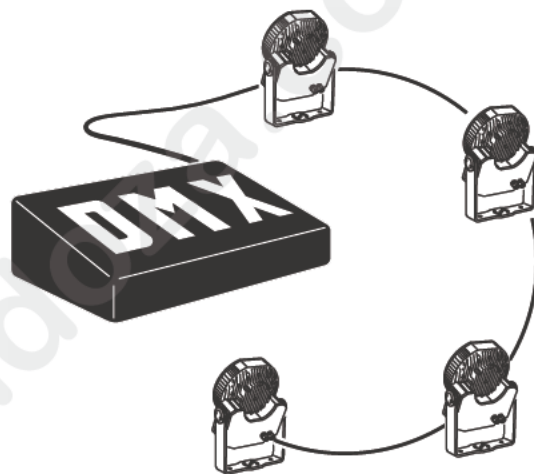

Figura 7: Línea DMX
- Las luminarias se deberán conectar en cascada, con el cable de datos conectado en una cadena simple como muestra la Figura 7.